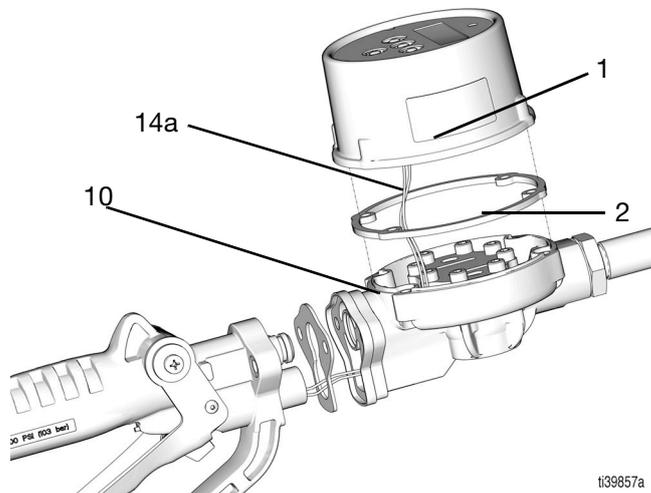

FIG. 54
5. Desmonte el bisel (1) en el alojamiento del medidor (10), (FIG. 54).
8. Coloque el bisel (1) de forma que la pantalla quede en posición vertical cuando sujete la válvula.
9. Vuelva a montar el bisel (1) en el alojamiento del medidor (10), consulte la FIG. 54 en la página 23.